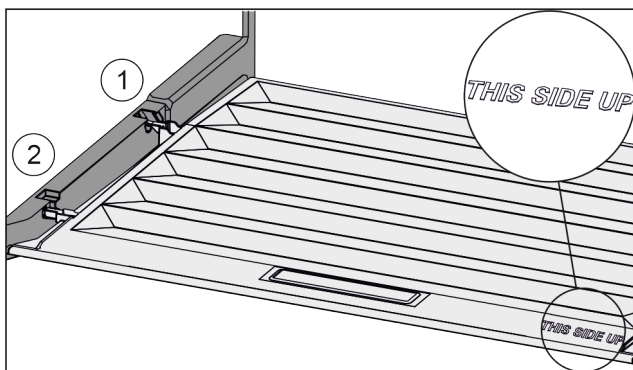

Fig. 158
- ▶ Introduceți nervura capacului prin orificiul suportului posterior Fig. 158 (1) și înclișetați-l în față în suport Fig. 158 (2).